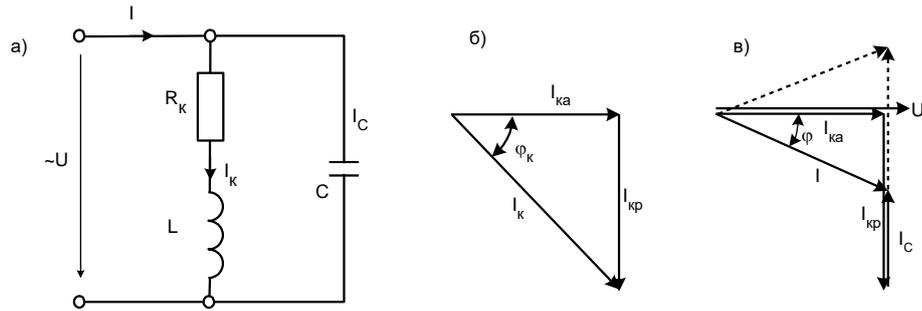

Рис.9.2
- Соберите цепь (принципиальная схема рис. 9.2, монтажная – 9.3), включив в каждую ветвь по миниблоку для подключения амперметра. Конденсаторы в первом опыте не включайте.